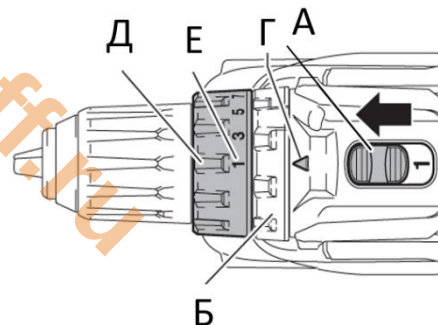

Рисунок 2.3.4. РАБОТА В РЕЖИМЕ ШУРУПОВЕРТА.
1. Переведите переключатель скорости «А» (рисунок 2.3.4.) на отметку 1.